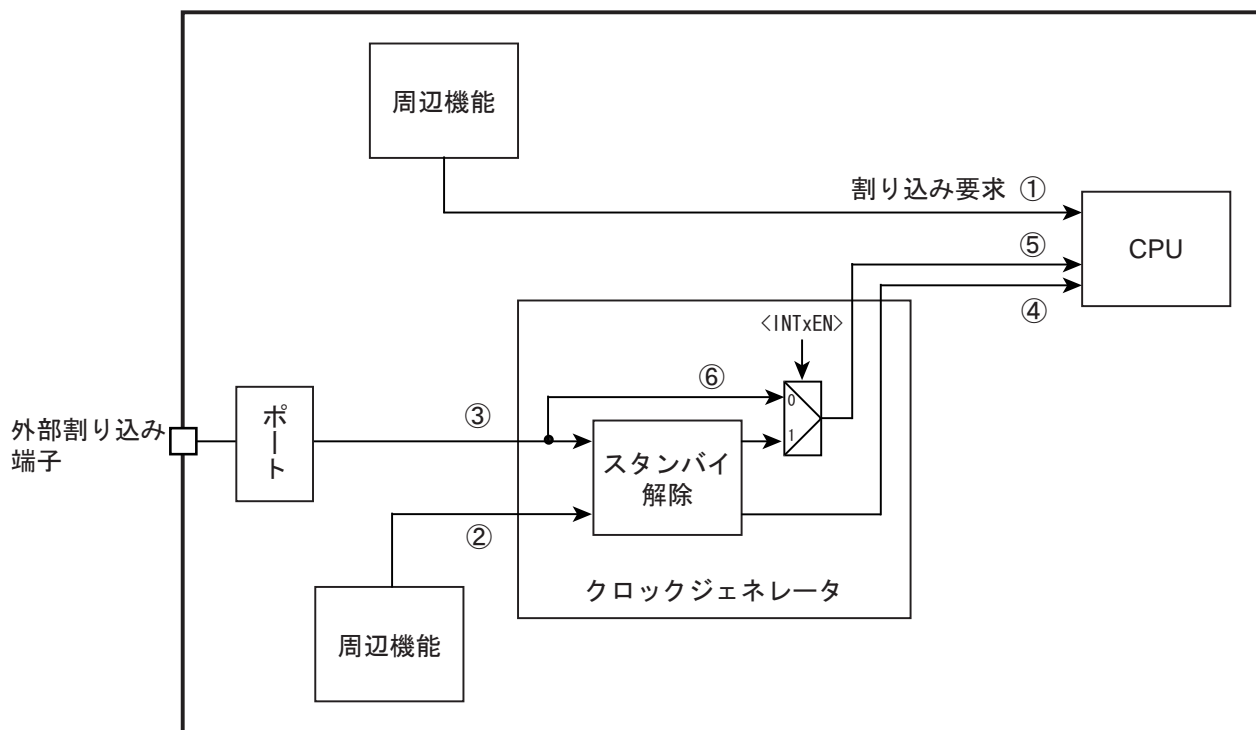

図 7-1 割り込みの経路
割り込み要求の経路を図 7-1 に示します。
外部割り込み端子からの入力信号は、入力ディセーブル(PxIE<PxIE>="0")の場合"High"となります。また、外部割り込みをスタンバイ解除要因として使用しない場合（「図 7-1 割り込みの経路」の⑥の経路）、外部割り込み端子からの入力信号がそのまま CPU に伝わります。CPU は"High"入力を割り込みとして認識しますので、入力ディセーブルのまま CPU で該当する割り込みを有効にすると割り込みが発生します。